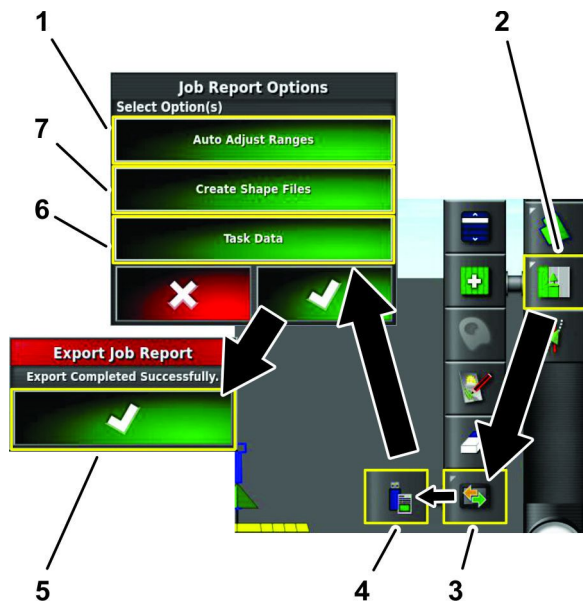

Figura 27
1. Pressione o ícone Menu de serviços (Figura 27).
2. Pressione o ícone Transmissão de dados (Figura 27).
3. Pressione o ícone Exportar relatório de serviço para USB (Figura 27).
5. Na caixa de diálogo “opções dos relatórios de serviço”, pressione o ícone Confirmar (Figura 27).
6. Na caixa de diálogo “exportar relatório de serviço”, pressione o ícone Confirmar (Figura 27).